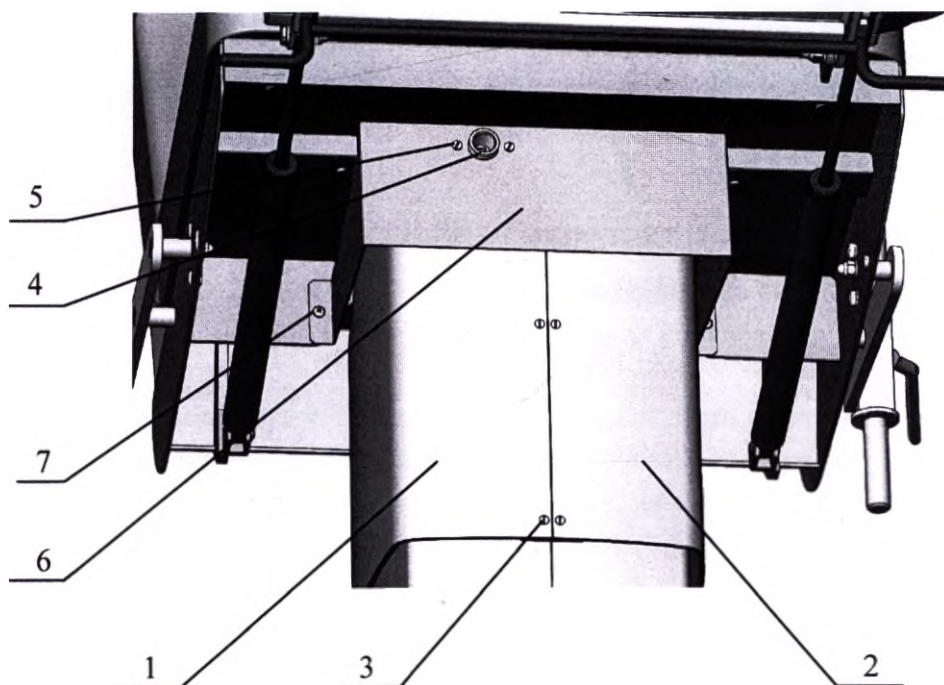

Рисунок 11. Снятие кожухов.
10.11.1 Для более удобного доступа к элементам конструкции переведите кресло в верхнее положение. Отключите кресло от сети и отсоедините пульт от пультавого разъема 4 (Рисунок 11).